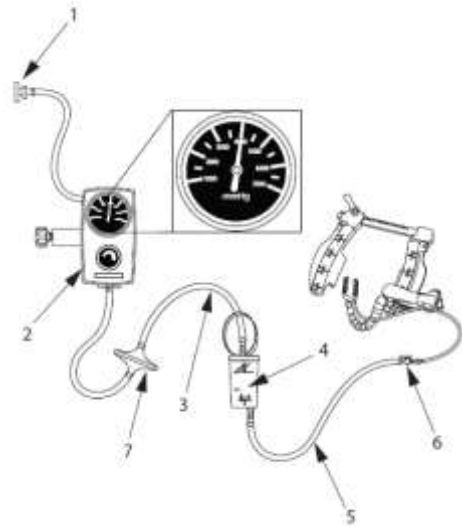

図 4: ACROBAT-i スタビライザー接続図
- (8) チュービングセットの三方活栓付きチューブの三方活栓(青)を、スタビライザーの吸引チューブ(青色ルーアー付)の青色ルーアーコネクタに接続する。三方活栓付きチューブのもう一端を、キャニスター底部の三方活栓付きチューブ接続部に接続する。三方活栓(青)の吸引がオフの位置にあることを確認すること。キャニスター上部に接続したフィルタ付きチューブを、施設の調圧器付吸引源に接続する。吸引圧を-400 mmHg(-53.3kPa)に設定すること。図 4 に接続図を示す。